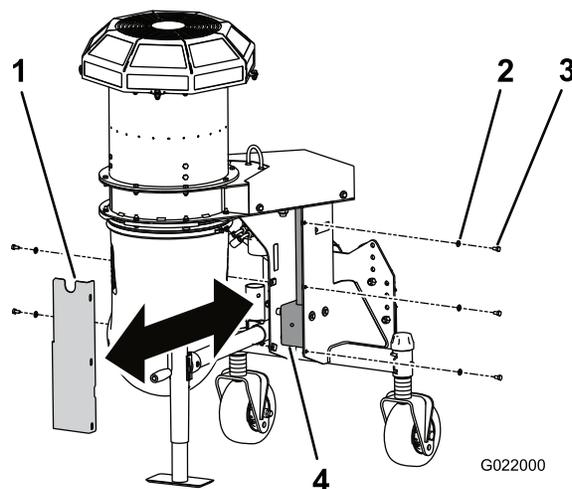

図 24
2. ギアケースのカバーをブローに固定しているねじ (5本) とワッシャを外す(図 24)。
3. カバーを外すと、ブローのギアケースがある(図 24)。